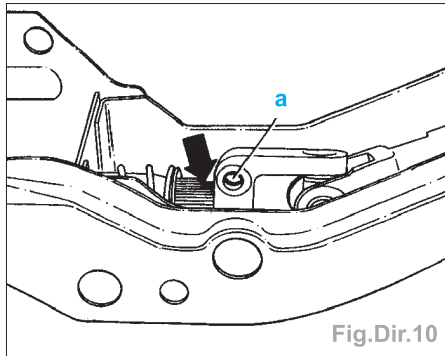

Fig.Dir.10
- Mettre le joint de cardan sur le tube de direction en veillant à ce que l'encoche (flèche) dans les cannelures du tube de direction coïncide avec l'alésage (a) du joint de cardan (Fig.Dir.10).